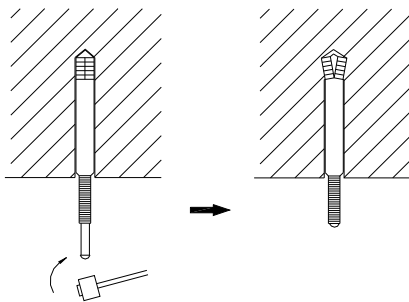

Рис.3
1. Вставьте болт М10 с плоской головкой в отверстие, а затем вбейте гвоздь в болт (рис. 3). Расстояние между отверстиями указано на рис. 1.